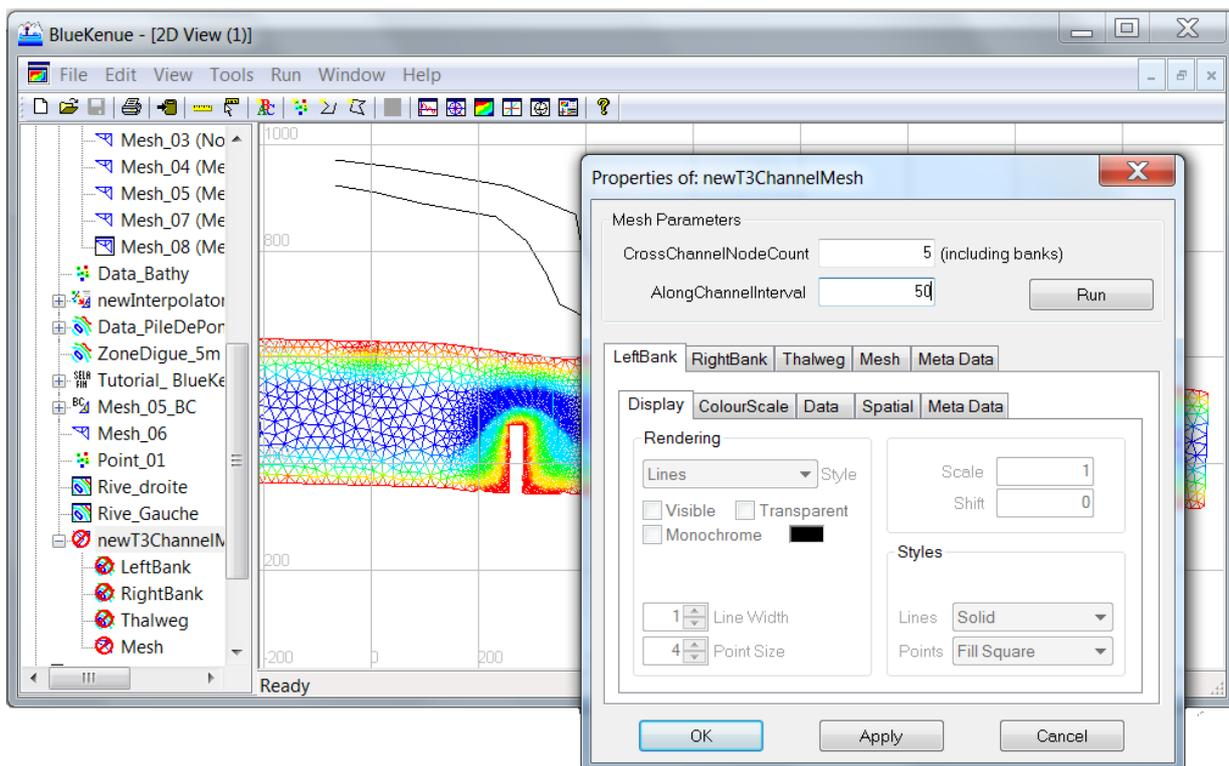

FIGURE 2.6 – Création d'un maillage pour chenal (T3ChannelMesh)
- **FILE - NEW - T3 CHANNEL MESHER**, Tapez **5** dans **CROSSCHANNELNODECOUNT** de façon à avoir 5 nœuds en transversal, puis **50** dans **ALONGCHANNELINTERVAL** pour une longueur de mailles de 50 m en longitudinal. Validez sur **OK** (Fig. 2.6).